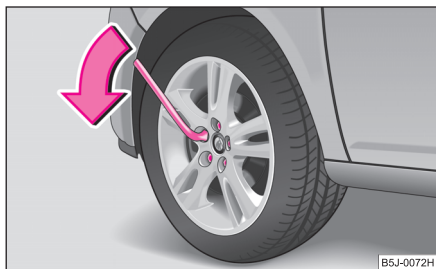

Abb. 162 Radwechsel:
- Fassen Sie am Schlüsselende an und drehen Sie die Schraube etwa **eine** Umdrehung nach links ⇒ Abb. 162.